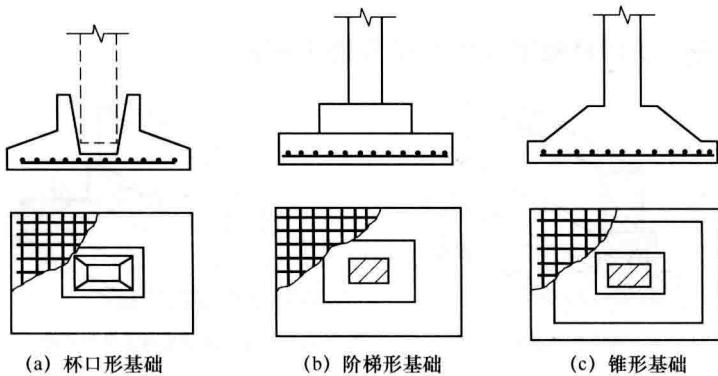

图 1-10 钢筋混凝土基础图
实例二 钢筋混凝土基础图（图 1-10）
(1) 按上部结构形成分类及适用。钢筋混凝土基础按上部结构形式可分为柱下钢筋混凝土基础和墙下钢筋混凝土条形基础，它们适用于 6 层和 6 层以下的一般民用建筑和整体式结构厂房承重的柱基和墙基。
(2) 按断面形式不同分类。钢筋混凝土基础则主要是指柱下钢筋混凝土基础，按其断面的不同形式有杯口形基础、阶梯形基础和锥形基础，如图 1-10 所示。